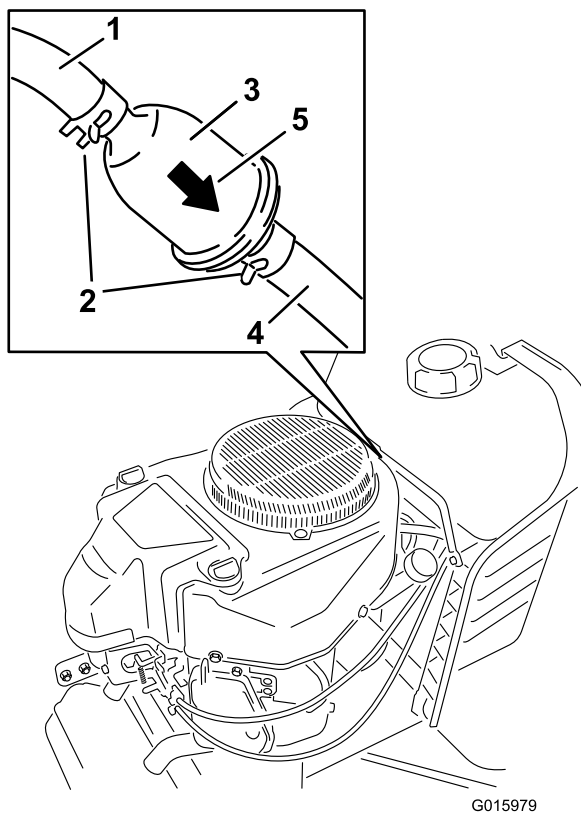

Figura 23
3. Abra el capó y localice el filtro de combustible, situado entre el depósito de combustible y el motor (Figura 23).
4. Apriete los extremos de las abrazaderas y deslícelas por el tubo alejándolas del filtro (Figura 23).
7. Acerque las abrazaderas al filtro (Figura 23) para sujetar éste.